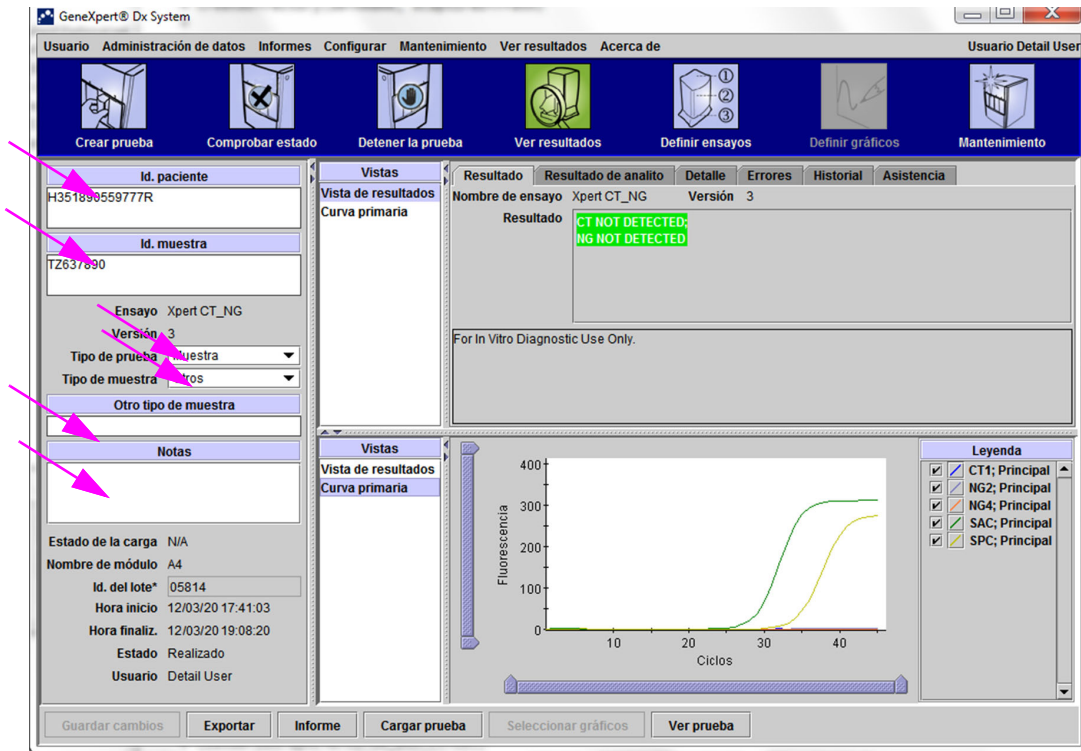

Figura 5-47. Ventana Ver resultados de GeneXpert Dx System (vista de usuarios de tipo detalle y del administrador)
Para cada prueba, puede editar: Id. del paciente e Id. 2 del paciente (si están activados), Id. muestra, Tipo de prueba, Tipo de muestra, Otro tipo de muestra y Notas. Para realizar esta acción, en la ventana Ver resultados (consulte la figura 5-47), edite Id. muestra, Tipo de prueba, Tipo de muestra, Otro tipo de muestra y Nota (consulte la figura 5-47). Los Id. de la muestra no pueden incluir los siguientes caracteres: | @ ^ ~ \ & / : * ? " < > ' \$ % ! ; () -.
1. En la ventana GeneXpert Dx System, haga clic en **Ver resultados** en la barra de menús. Se muestra la ficha **Resultado**. Consulte la figura 5-47.